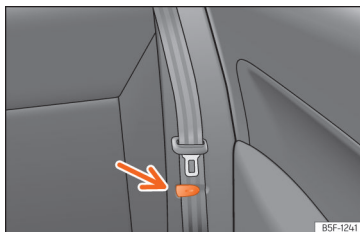

Abb. 117 Rücksitz: Bügel zum Halten des Sicherheitsgurtes.
- Befestigen Sie die seitlichen Sicherheitsgurte am Halter der Verkleidung »» **Abb. 117**.